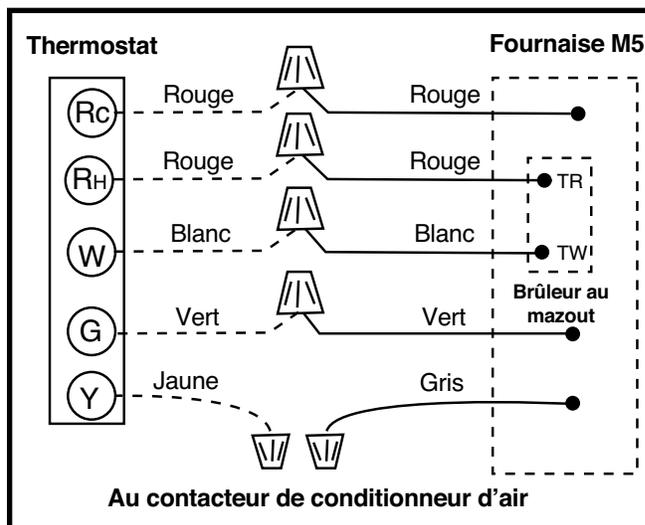

Figure 26. Câblage du thermostat
- Il faut maintenir la polarité de tension de ligne appropriée afin que le système de commande fonctionne correctement. Vérifiez que la ligne neutre entrante est raccordée au fil blanc et que la ligne sous tension entrante est connectée au fil noir. La fournaise ne fonctionne pas si la polarité et la mise à la terre sont mal branchées, comme indiqué dans la Figure 26 \(page 14\).
2. Branchez les fils du thermostat aux bornes basse tension du fournaise (selon l'application à l'installation). Voyez la Figure 26 \(page 14\). **REMARQUE :** Pour les modèles M5 : Pour brancher un M5 à un thermostat sans bornes **RH** et **RC**, veuillez consulter le schéma de câblage et les directives d'installation qui accompagnent la trousse [pièce n° 1018453]. Les unités installées avec la trousse [pièce n° 1018453] n'utilisent pas la borne RH de la fournaise, et la borne RC du fournaise se branche au thermostat.